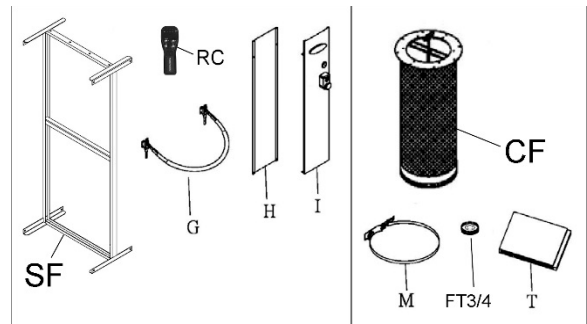

Рисунок 2: Содержимое ящика № 2 и №3
**Ящик №2 (Рисунок 2)**
**Ящик №3 (Рисунок 2)**